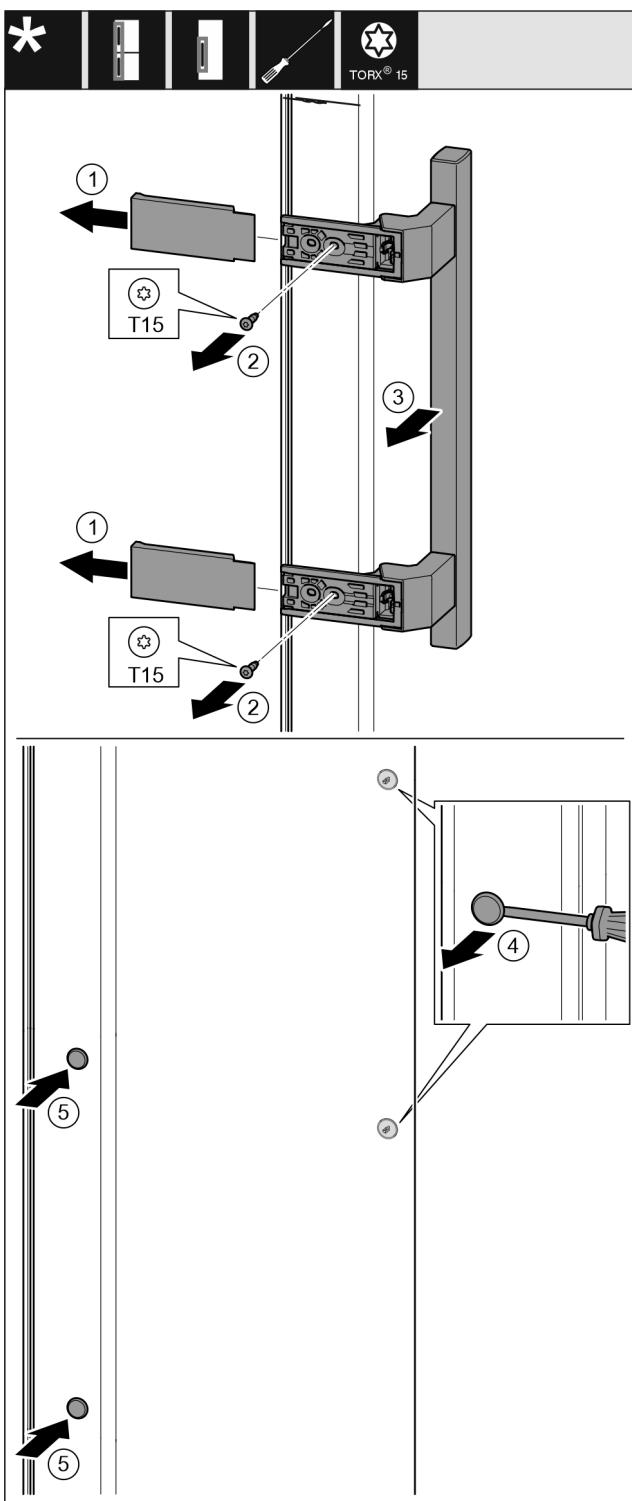

Fig. 10
- Skinite pokrov. Fig. 10 (1)
- Odvrnite vijke odvijačem Torx 15. Fig. 10 (2)
- Skinite ručku. Fig. 10 (3)
- Oprezno podignite i izvucite bočni čep s pomoću križnog odvijača. Fig. 10 (4)
- Ponovno umetnite čep na drugoj strani. Fig. 10 (5)